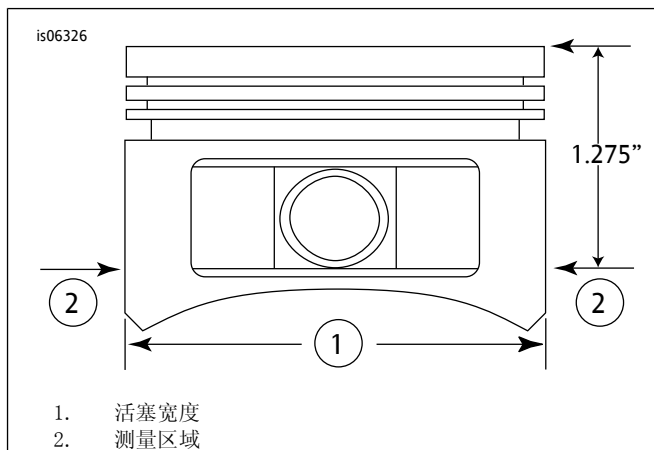

图2。活塞测量值
5. 参见图2。测量活塞宽度（1），活塞销孔两侧水平90度方向、活塞（2）平面（顶部）向下32 mm (1.275 in)处。参见表11了解此位置的活塞至汽缸配合。